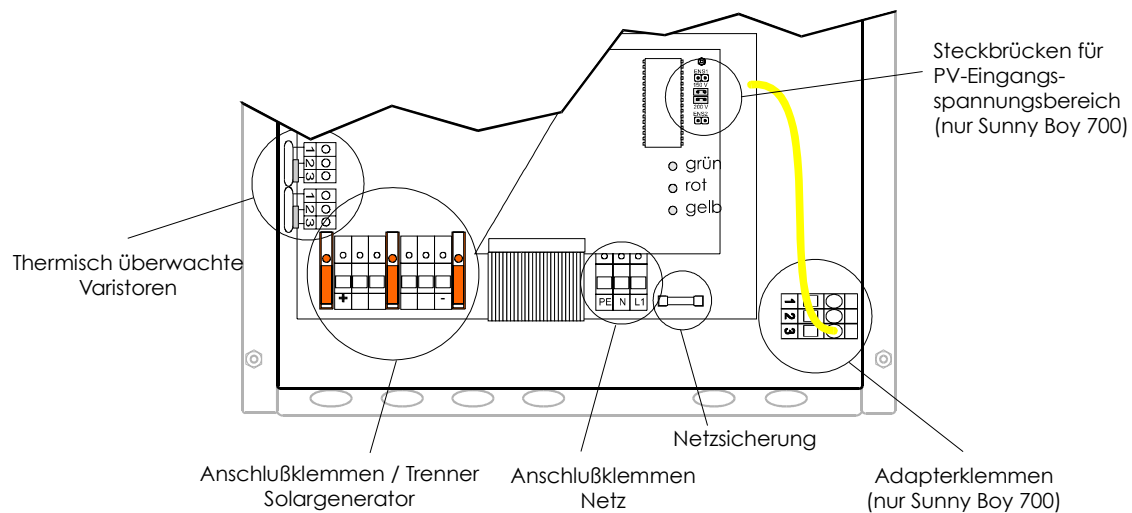
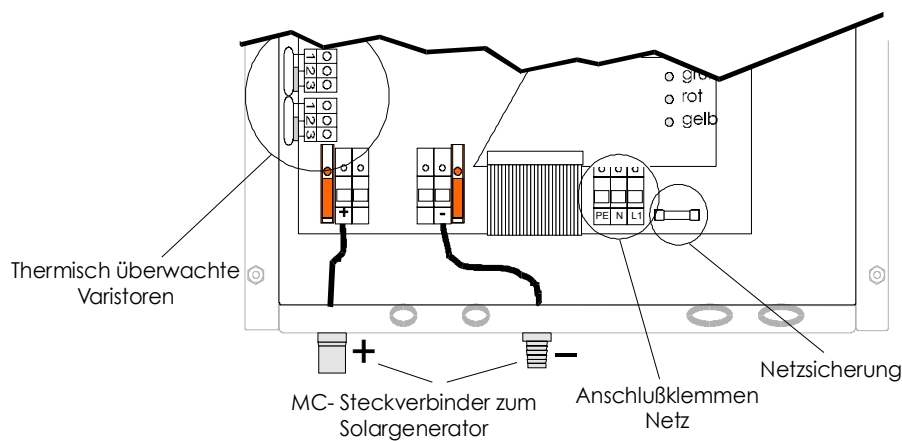

Abbildung 3.4: Klemmenbereiche des *Sunny Boy 700* und *Sunny Boy 850*
Abbildung 3.5: Klemmen- und Anschlußbereiche des *Sunny Boy 850E*
- *Sunny Boy* 850E : MC-Steckverbinder für Solargeneratoranschluß - siehe Abb. 3.5
Sunny Boy 700, *Sunny Boy* 850: Solargeneratoranschlußklemmen, Trennklemmen für Solargenerator (im unteren Bereich links) - siehe Abb. 3.4
- Netzanschlußklemmen (im unteren Bereich Mitte/rechts) - siehe Abb. 3.4, Abb.3.5
- Netzsicherung(im unteren Bereich Mitte/rechts) - siehe Abb. 3.4, Abb. 3.5
- Adapterklemmen für PV-Eingangsspannungsbereich (nur bei *Sunny Boy* 700 relevant, im unteren Bereich rechts) - siehe Abb. 3.4
- Steckbrücken für PV-Eingangsspannungsbereich (nur bei *Sunny Boy* 700, auf der Platine oben rechts) - siehe Abb. 3.4
(im unteren Bereich ganz links) - siehe Abb. 3.4, Abb. 3.5
Der Anschluß des Solargenerators an den *Sunny Boy* 850E erfolgt über die von außen zugänglichen und berührungssicheren Kontakte (siehe dazu auch Abb. 3.5) .